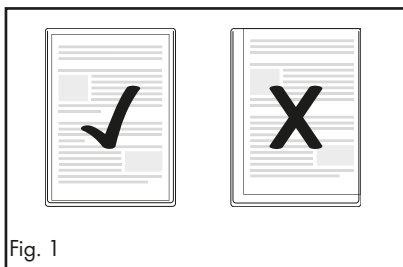

Fig. 1
- ▶ Vær opmærksom på, at alle dokumentets kanter skal have mindst to millimeters afstand til folielommens kant som vist på fig. 1.
- Vær opmærksom på, at alle dokumentets kanter skal have mindst to millimeters afstand til folielommens kant som vist på fig. 1.